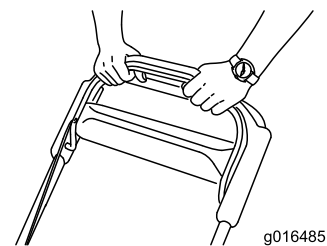

Figura 24
3. Mantenha a barra de controlo da lâmina encostada à pega (Figura 24).